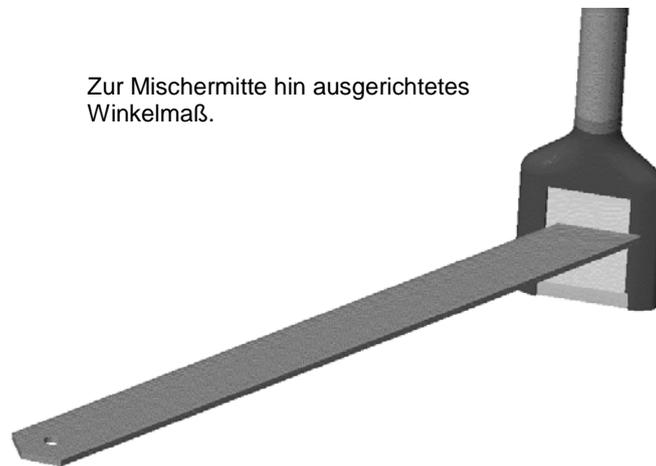

Abbildung 10 – Hydronix Winkelmaß zur Ausrichtung der Sensorfläche
- Generell liefert ein Winkel von 55° gute Ergebnisse. Stellen Sie den Winkel mit Hilfe des mitgelieferten Winkelmaßes ein (Abbildung 10).